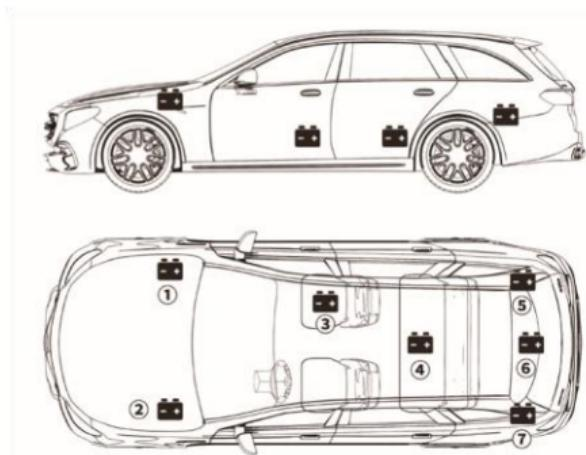

Abbildung 3.1.1
- 1) Bei meisten Fahrzeugmodellen befindet sich die Batterie im Motorraum unter der Motorhaube in einer der vorderen Ecken. Siehe Batterieposition ① und ② in Abbildung 3.1.1.
- 2) Um eine ungleichmäßige Gewichtsverteilung auszugleichen, verstauen einige Hersteller die Batterie im Kofferraum. Siehe Batterieposition ⑤ , ⑥ und ⑦ in Abbildung 3.1.1. In diesem Fall kann die Batterie eine Plastikabdeckung haben, die vor jedem Test entfernt werden sollte.
- 3) Bei einigen Modellen befindet sich die Batterie unter dem Rücksitz. Siehe Batterieposition ④ in Abbildung 3.1.1.
- 4) Bei anderen Fahrzeugen finden Sie die Batterie unter dem Beifahrersitz. Siehe Batterieposition ③ in Abbildung 3.1.1.